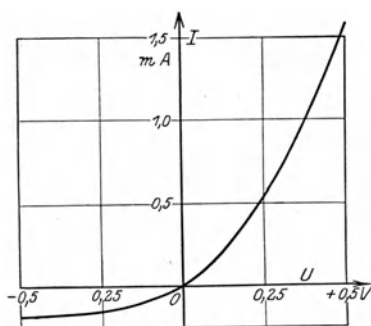

Abb. 31.
**1. Detektor.** Das Verhalten des Detektors ergibt sich aus seiner Kennlinie (Abb. 31). Legt man eine Gleichspannung  $U$  an, die von etwa  $-0,5$  über  $0$  auf  $+0,5$  Volt geändert werden kann, so erhält man nebenstehende Stromkurve. Wird dieser Detektor in einen Wechselstromkreis geschaltet, so unterdrückt er die negative Stromhälfte fast ganz; die positive Stromhälfte